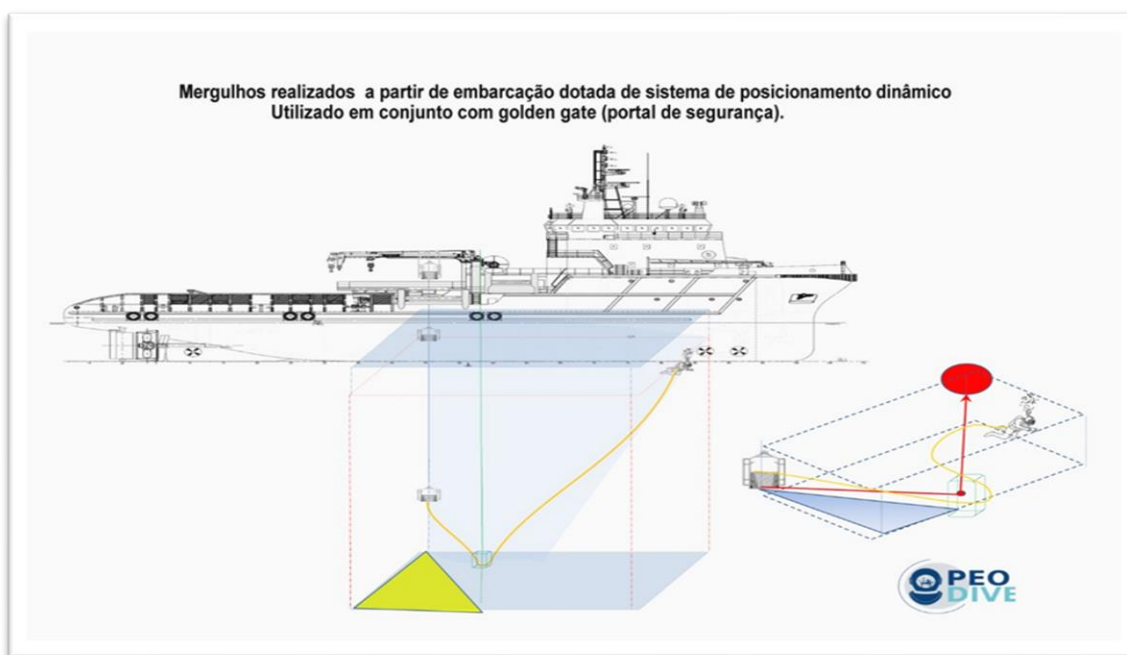

Figura 5
- O IWTP deve ser utilizado em embarcações que utilizam em seu sistema de posicionamento dinâmico hélices ou thrusters (Figura 5);
- Operações com excursão dos umbilicais durante operações de mergulho em DP devem seguir a orientação da IMCA D 078, item 8.2;
- Operações com Umbilical Estendido devem seguir a orientação da IMCA D 078, item 9.3.2;
- Comprimento Mínimo de Extensão do Umbilical devem seguir a orientação da IMCA D 078, item 9.4.